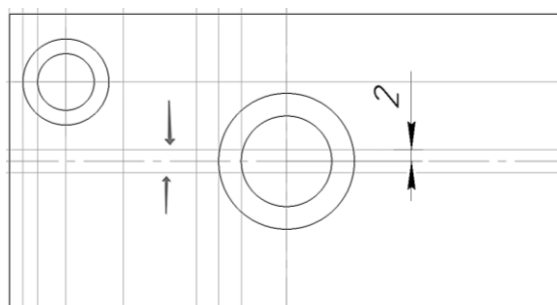

Рис. 132. Построение вспомогательных параллельных прямых
13.1 Сначала постройте две **вспомогательные прямые** , параллельные горизонтальной оси прямоугольника на расстоянии 2 мм. Они нужны для построения ребра жесткости (рис. 132).